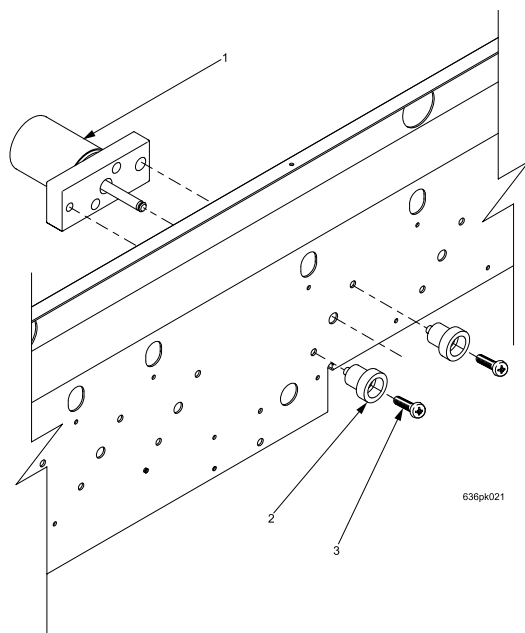

Ilustración 8
11. Ensamble el estante para contenedores nuevo (6361068) con 2 sujetadores (4305043) en el lado derecho y 3 sujetadores (4305043) en el lado izquierdo (véase la posición del sujetador en el estante desensamblado). Coloque los 6 motores de los batidores (6367072), (6807006) el buje de los tornillos y el tornillo Plastite (6332052) (consulte la ilustración 8). Después instale el conector eléctrico del cable de empalme del batidor (6339025). Aplica la etiqueta de Inspección (6232287) para el extractor de Aire al frente del estante. El cable NEGRO debería estar conectado a la conexión con el punto rojo en el batidor y el cable rojo debería estar conectado a la otra terminal.